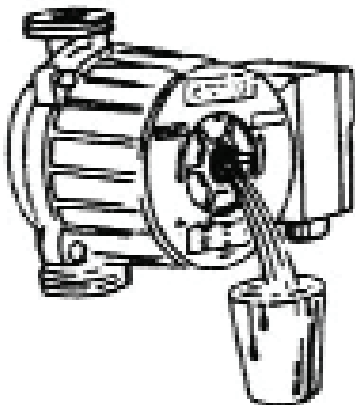

Рис. 3
- Если необходимо удалить воздух из электродвигателя, медленно отворачивайте крышку выпуска воздуха и дайте теплоносителю вытечь в течение нескольких секунд (рис. 3).